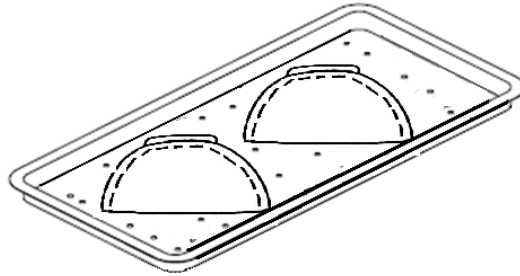

Figura 62
- I. Los recipientes redondos, bandejas, recipientes hondos, etc. deben estar con la abertura hacia abajo como se muestra en la Figura 62.